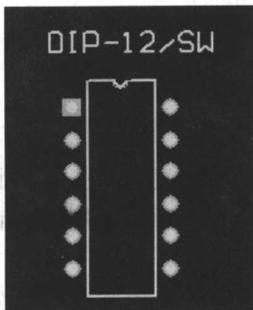
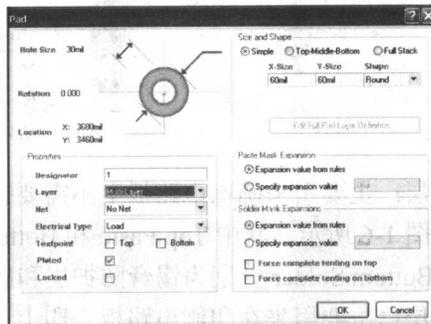

图 1-10 直插式封装元器件外观
图 1-11 焊盘属性设置为多层
(1) 直插式封装：指将元器件的引脚插过焊盘导孔，然后再进行焊接，如图 1-10 所示。值得注意的是，在采用直插式封装设计焊盘时应将焊盘属性设置为多层（Multi-Layer），如图 1-11 所示。